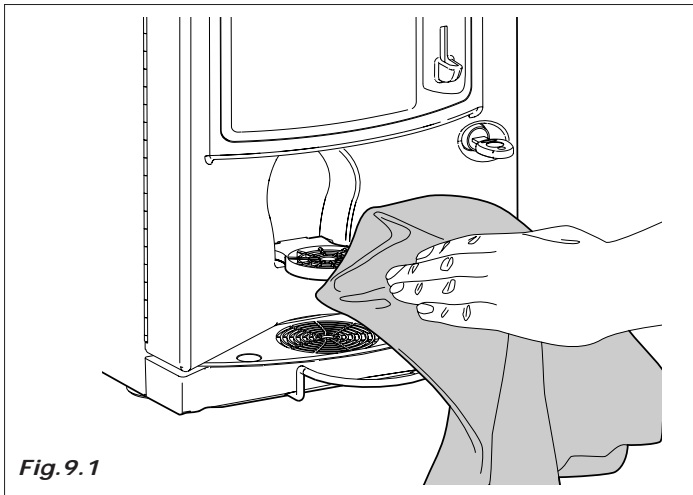
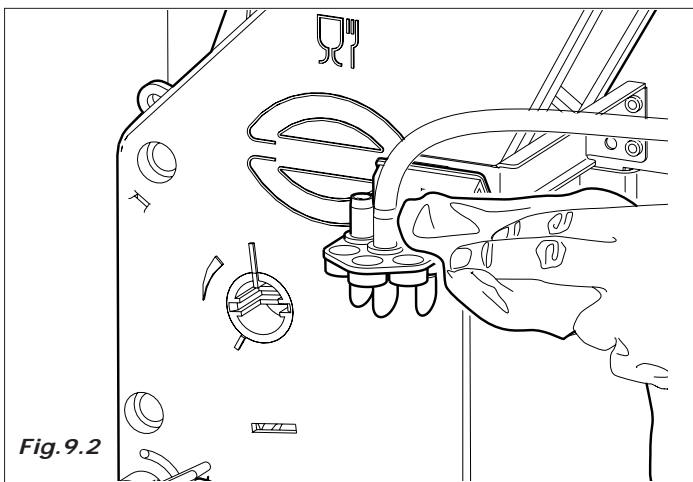

Fig. 9.1
Fig. 9.2
- limpar todas as partes à vista da zona de distribuição (Fig. 9.1 e Fig. 9.2)